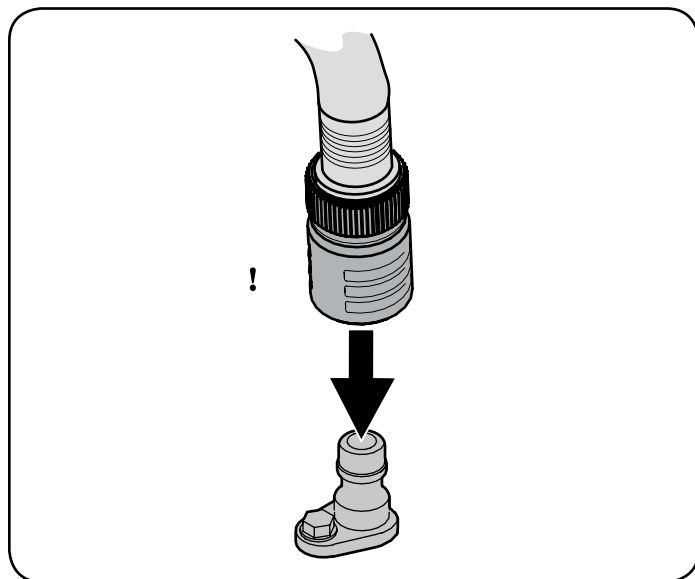

Figura 15
44. Una el acople de la manguera al puerto de agua que se encuentra en la superficie de la plataforma. Vea la Figura 15.